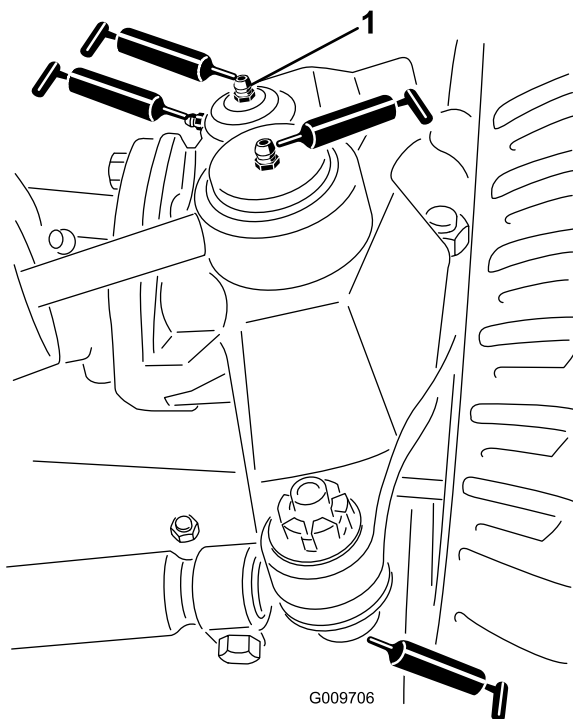

Figura 83
- Articulaciones esféricas del cilindro de dirección (2) (Figura 83)
- Casquillos del pivote de dirección (2) (Figura 83). **El punto de engrase superior del pivote de dirección debe lubricarse solamente cada año (2 aplicaciones).**